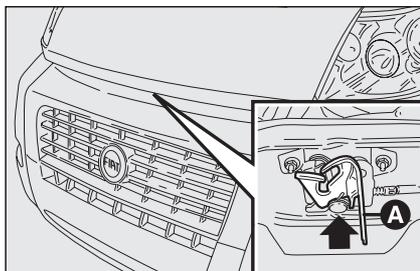

Abb. 101
- Den Hebel **A-Abb. 101** wie in der Abbildung angegeben ziehen;